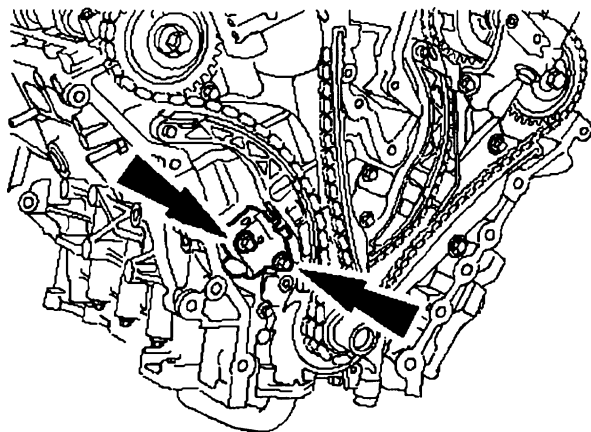

图 11-37 紧固右侧正时链条张紧器螺栓
26) 安装右侧正时链条张紧器, 将张紧器螺栓紧固至 $25\text{N} \cdot \text{m}$, 如图 11-37 所示。